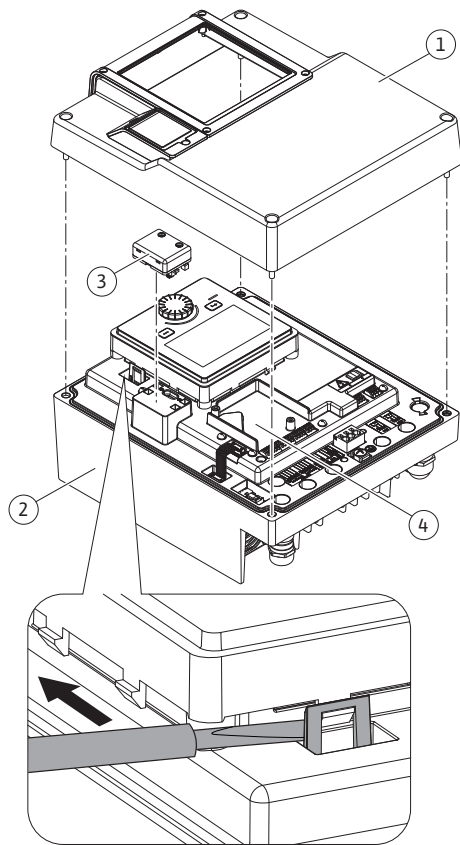
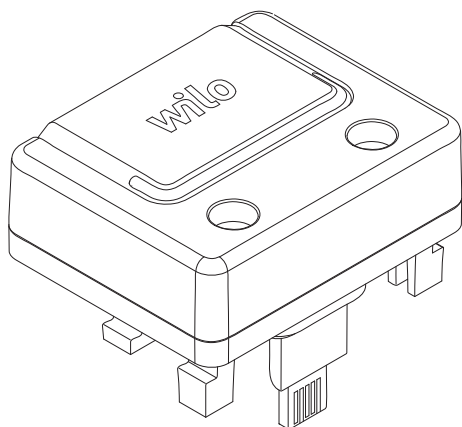

Fig. 26: Elektronikmodul
Fig. 27: Wilo-Smart Connect modul BT
Bluetooth-grænsefladen Wilo-Smart Connect modul BT (Fig. 26, pos. 3 og Fig. 27) bruges til tilslutning af mobilt terminaludstyr som f.eks. smartphone og tablet. I Wilo-Assistant-appen findes Wilo-Smart Connect-funktionen. Med Wilo-Smart Connect-funktionen kan pumpen betjenes og indstilles, og der kan udlæses pumpedata. Se kapitlet "Ibrugtagning" [► 48] vedrørende indstillinger.
1. Løsn fire skruer på elektronikmodulets overdel (Fig. 26, pos. 1; Fig. 1, pos. 2).
3. Sæt Wilo-Smart Connect modul BT i den dertil beregnede grænseflade Wilo-Connectivity Interface. Se Fig. 26, pos. 3.
CIF-moduler (tilbehør) bruges til kommunikation mellem pumper og bygningsstyringsteknik. CIF-moduler sættes i elektronikmodulet (Fig. 26, pos. 4)